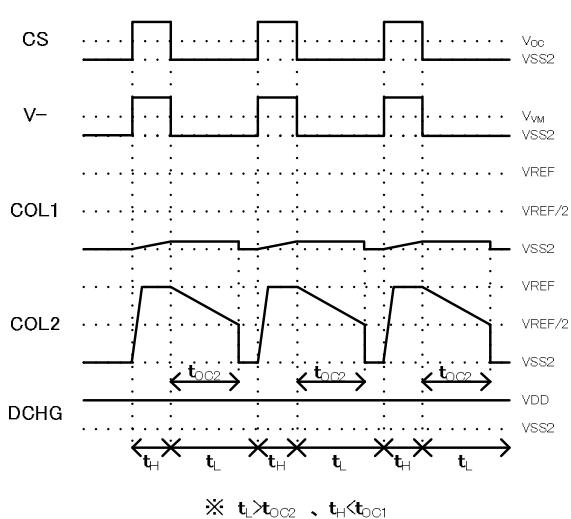

Figure 1
- CS端子とVSS2間の電圧が過電流検出電圧以上となり過電流検知不感応時間以内に過電流検出電圧以下となる場合、COL1端子に接続される容量の電圧は過電流復帰不感応時間の間保持され、過電流復帰不感応時間後に放電されます。パルス状の放電電流が流れ、CS端子とVSS2端子間の電圧が過電流検出電圧以上と過電流検出電圧以下を繰り返すような場合、CS端子とVSS2端子間の電圧が過電流検出電圧以下となる時間が過電流復帰不感応時間以上の場合はCOL1端子に接続される外付け容量の電荷は毎回放電され、放電過電流検出機能は働きません(下記図1)。しかし、CS端子とVSS2端子間の電圧が過電流検出電圧以下となる時間が過電流復帰不感応時間以下の場合は、過電流検出電圧以下の区間COL1端子に接続される容量の電圧は保持され、過電流検出電圧以上の区間充電されるため、その区間の合計が過電流検知不感応時間となると放電過電流を検出します。(下記図2)。
If the time where the voltage between the CS pin and the VSS2 pin drops below the overcurrent detection voltage is longer than the overcurrent release dead time, the charge of the external capacitor connected to the COL1 pin is discharged every time and the discharge overcurrent detection function does not work (Figure 1).